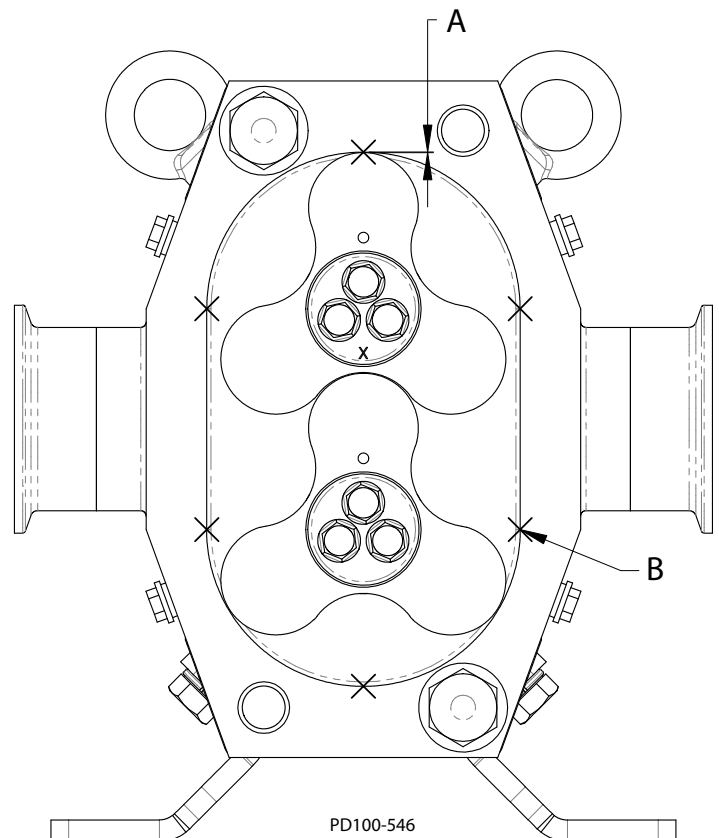

Figure 64 - Vérification du jeu radial
1. Les rotors étant synchronisés, mesurer le jeu radial de chaque lobe (Figure 64, poste A) et s'assurer que le jeu est compris dans la plage indiquée au Tableau 12.
2. Vérifier le jeu en six points du corps, comme indiqués. Voir Figure 64, poste B